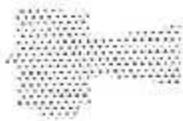

Fig. III. 38. Puller Adapter kit.856A2668G02
- On démonte le couvercle de la commande de la manivelle à main avec le **Puller adapter kit**. fig. III.38 et l'Extracteur.